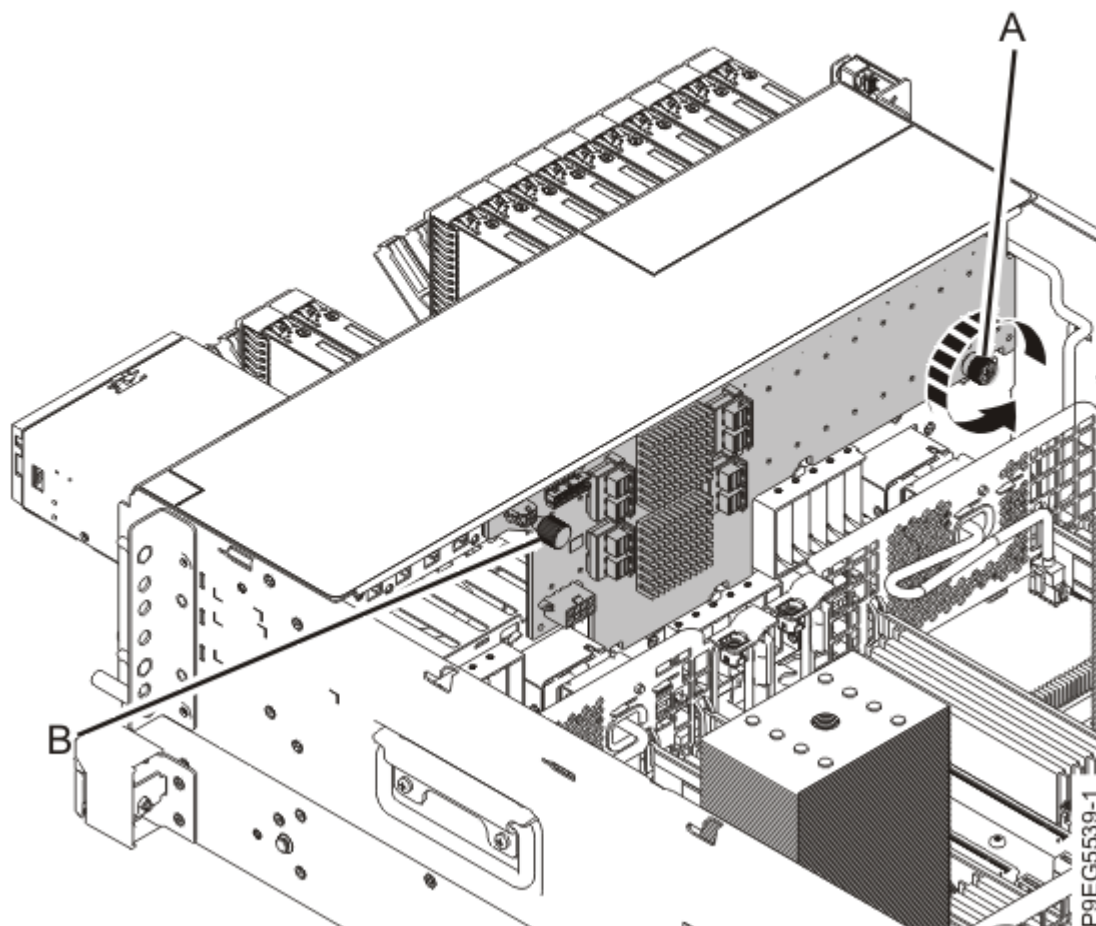

図 47. ディスク・ドライブ・バックプレーンのねじを緩める
9. ディスク・ドライブ・バックプレーンの拘束つまみねじ (**A**) を、完全に緩むまで慎重に回します (53 ページの図 47 を参照)。